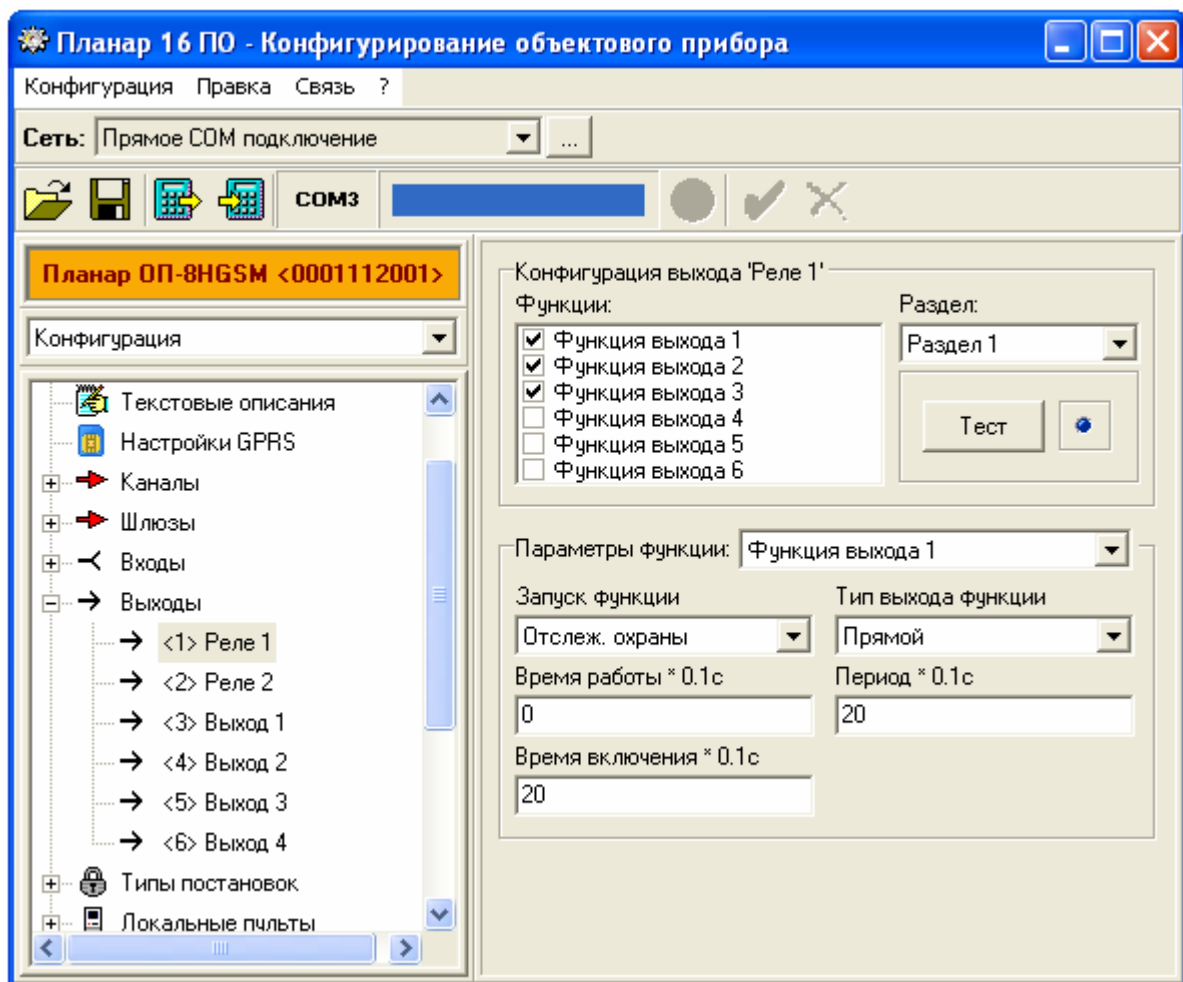

Рис. 12.17 Программирование выходов
12.2.6.2.4.2. Типовое окно программы конфигурирования объектового прибора при программировании выходов приведено на рис.12.17.